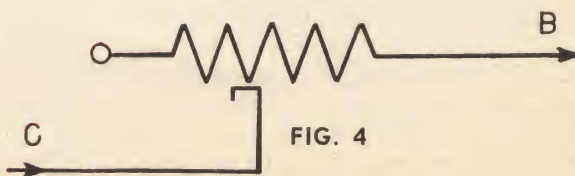

FIG. 4
bia precedente. Una maniglia (facoltativa) fatta con un pezzo di barra di 4 mm. e due chiodi ad occhiello, verrà fissata sulla parte superiore. Quattro piedi di gomma saranno fissati sotto la base. Per terminare questa gabbietta non resta che da eseguire la grata. Essa è formata da due traverse di mm. 10 x 10 di sezione e di 250 mm. di lunghezza le quali riceveranno le sbarre di filo ramato da 1,5 mm. di diametro. Nella traversa inferiore praticate i relativi fori a 10 mm. l'uno dall'altro lasciando al centro uno spazio non forato di 10 cm.. Ripetete l'operazione per la traversa superiore e al centro entro lo spazio di 10 centimetri praticate 8 buchi di 2 millimetri di diametro; nei buchi le sbarre della porta dovranno scivolare facilmente (fig. 4). Prima di montare la grata si preparerà la
porta che è costituita da un pezzo di traversa di mm. 10x10 e di 11 cm. di lunghezza, forata da 10 buchi; i 2 buchi esterni saranno di 2 mm. (fig. 4); buchi nei quali passeranno le due sbarre esterne dell'apertura che servono da guida per la porta. La grata viene allora montata nella maniera classica (fig. 2). Come per la gabbia precedente, i bastoni sono del tipo a base.
Successivamente, sulla basetta, alle estremità inferiori della resistenza, verranno avvitate due viti di fermo, A e B sporgenti, tali da delimitare la corsa del contatto strisciante. La seconda di esse, la B, andrà collegata col capo estremo della resistenza, realizzando in pratica il resistore schematizzato in fig. 4; la vite A, invece, rimarrà libera.
3) Con la sega per livellare, tagliate il listello secondo la linea inclinata (fig. 4).